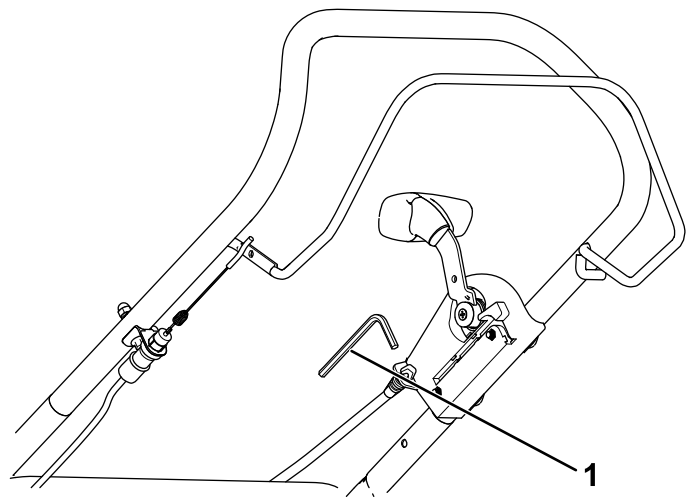

Figura 18
2. Rimuovete la chiave esagonale dal gruppo leva di trasporto (Figura 18).